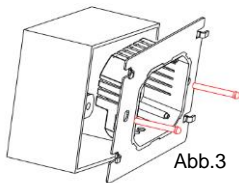

Abb.3
3. Befestigen sie die Montagerahmen mit den 2 mitgelieferten Schrauben (Abb.3)